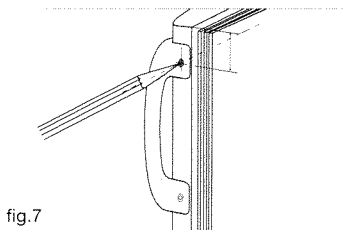

fig. 7
- 20- En appliquant correctement la poignée sur la porte, marquez l'axe de fixation à l'aide d'un crayon (fig.7).